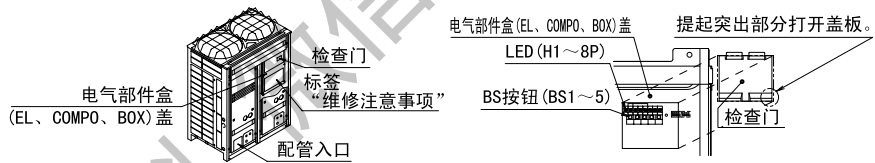
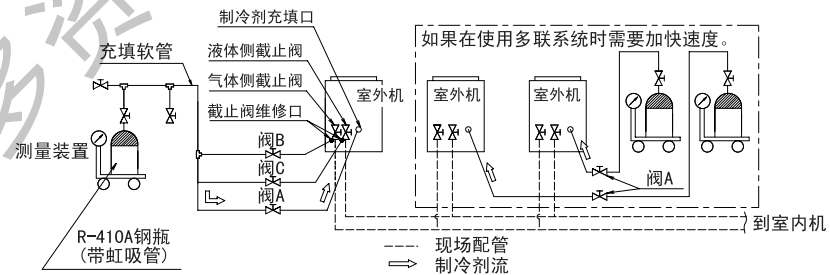

图3
图4
4. 请按照第 81 页中所示的 [制冷剂充填操作步骤] 进行制冷剂充填操作, 充填“追加充填量”的剩余制冷剂。进行制冷剂充填操作时, 使用室外机 (多联系统主机的情况下) 的 P 板 (A1P) 上的 BS 按钮。(请参见图 3) 此外, 通过阀 A 从制冷剂充填口充填制冷剂。(请参见图 4)
室外温度为 30°C DB 的情况下 1 小时大约可以充填 22kg 的制冷剂 (0°C DB 的情况下 6kg)。如果在多联系统时需要加快充填速度, 如图 4 所示将制冷剂钢瓶连接至各室外机。
(1) 打开液体侧和气体侧截止阀（必须关闭阀 A ~ C。阀 A ~ C 指的是图 4 中的阀。）